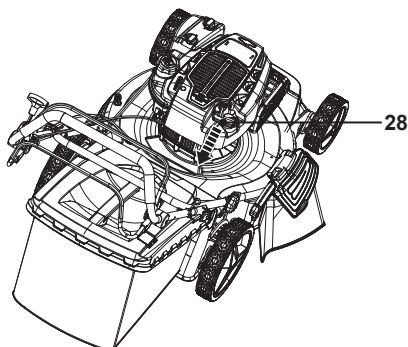

Fig. 13
2. Tirer légèrement la poignée du lanceur (31) jusqu'à sentir une résistance, puis la tirer rapidement. Répéter cette opération jusqu'à ce que le moteur démarre (Fig. 13).